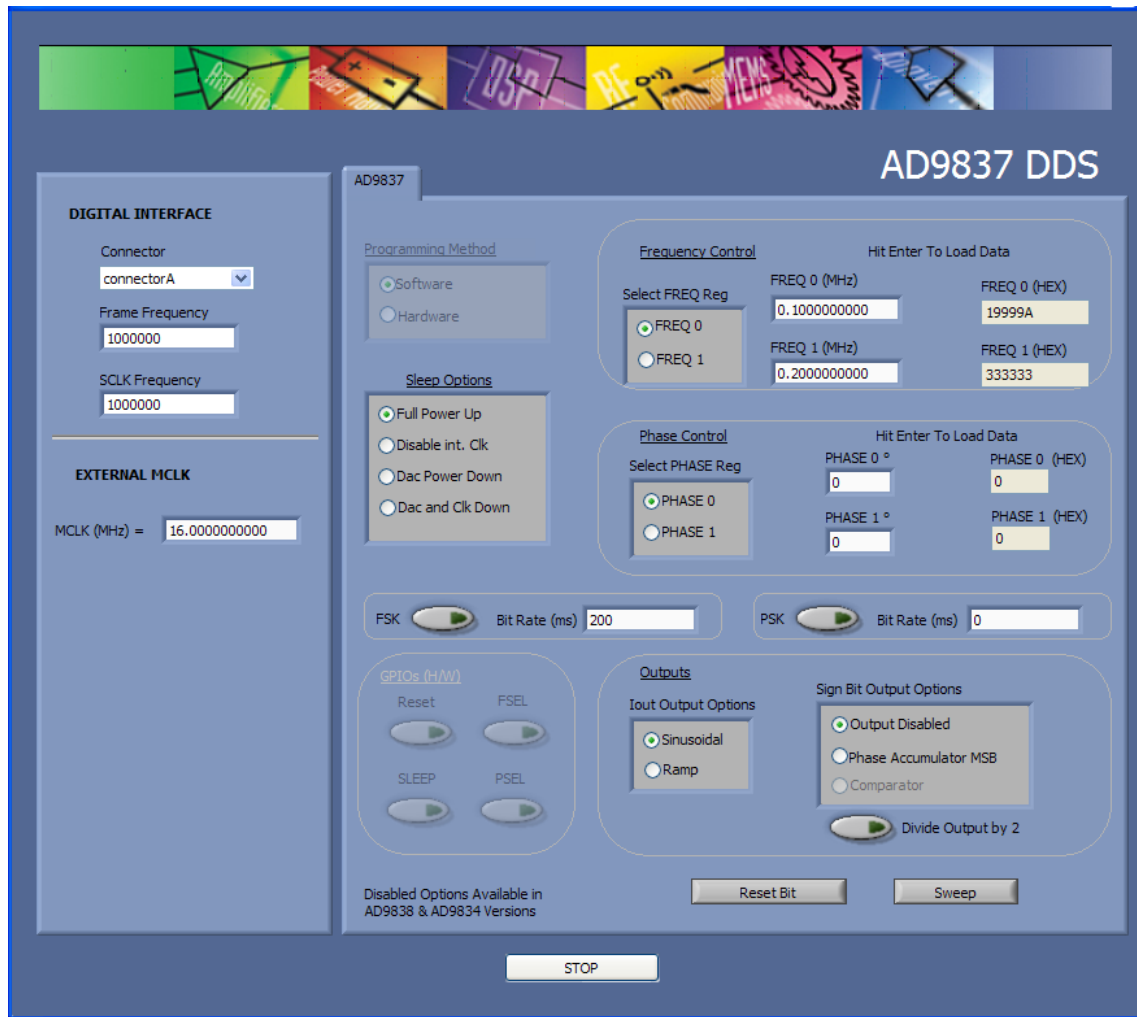

図 4.AD9837 DDS 評価ソフトウェア
3. すべての接続が正しい位置にあることを確認してください(表 1 参照)。AD9837DBZ評価ソフトウェアのメイン・ウィンドウが表示されます(図 4 参照)。